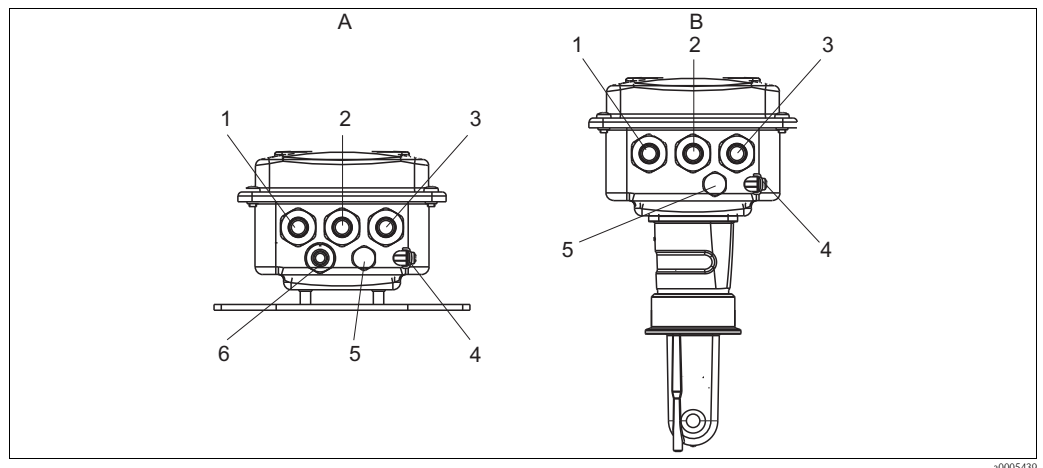

Abb. 19: Anschlussbelegung der Kabeldurchführungen bei Smartec S CLD134
3. Führen Sie die Kabel entsprechend der Anschlussbelegung in Abb. 19 durch die geöffneten Kabeldurchführungen in das Gehäuse ein.